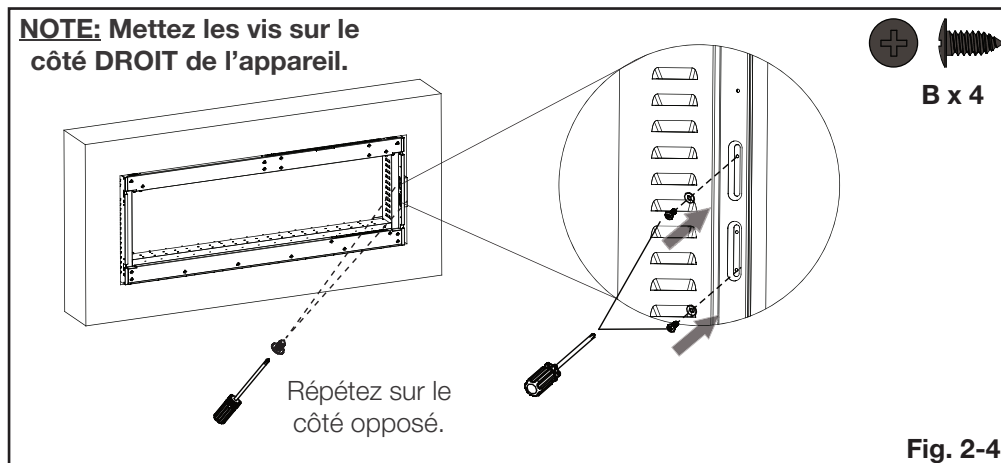

Fig. 2-4
- D.** Localisez l'appareil complètement dans l'ouverture et le placez contre les supports de montage. Alignez le trou de vis du support avec les fentes sur le côté de l'appareil, puis percez à travers les fentes afin de fixer l'appareil dans les supports de montage. Répétez sur le côté opposé (**Fig. 2-4**).